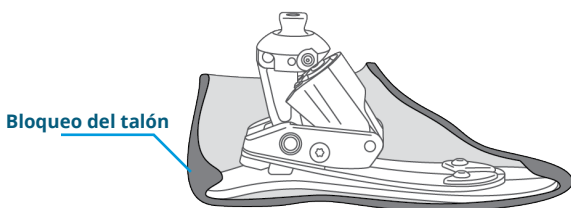

Figura 4
- Empuje la carcasa del pie hacia arriba sobre el talón o, si es necesario, inserte un calzador en la carcasa del pie y permita que el talón se deslice hacia abajo mediante un calzador hacia la cerradura del talón. El talón debe bloquearse (Figura 4) en su sitio para que funcione correctamente y sea seguro.